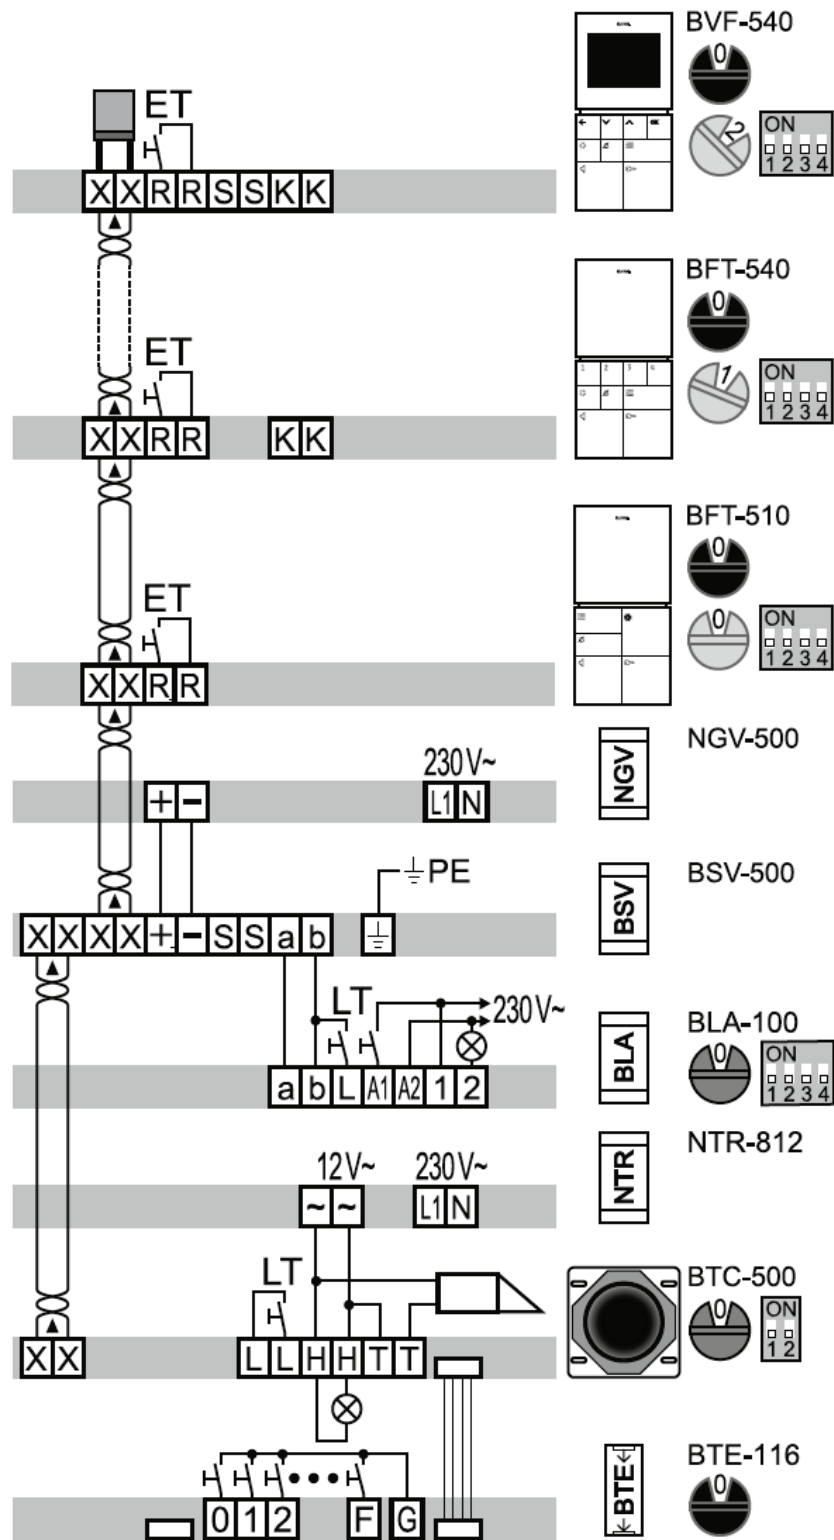

Bild 4: Reihenverdrahtung
- Haustelefon gemäß Anschlussplan (Bild 4) anschließen.
- 1 Bei einer Durchgangsstruktur wird die Busleitung X/X von einem Haustelefon zum anderen Haustelefon geschleift (Bild 4 und 5).